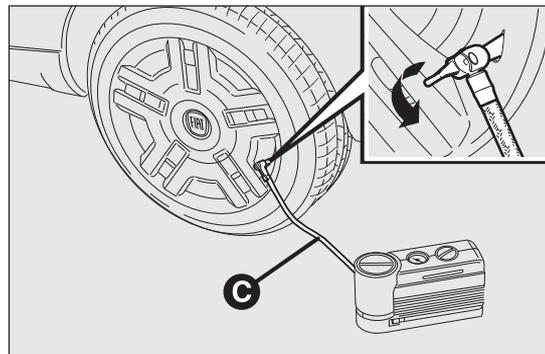

Abb. 185
- Den Ventildeckel des Reifens abschrauben, das Röhrchen C Abb. 185 mit Schnellkupplung herausziehen und direkt am Reifenventil des betreffenden Reifens anschließen.